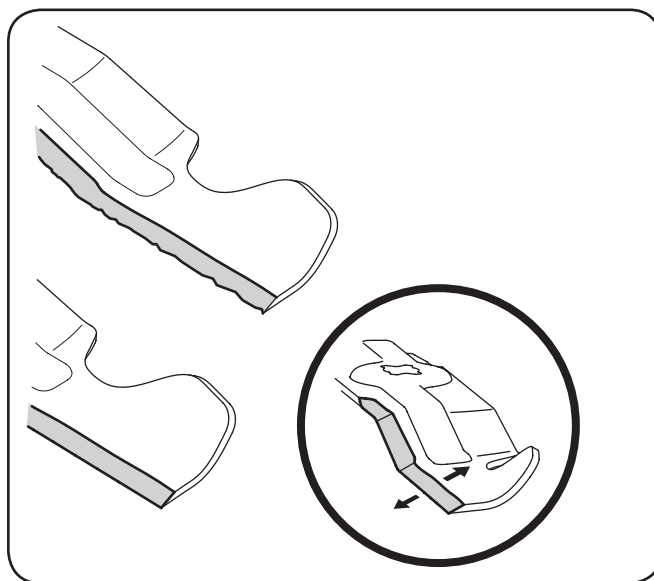

Figura 7-6
4. Para afilar las cuchillas de corte de forma adecuada, extraiga cantidades iguales de metal de ambos extremos de las cuchillas a lo largo de los bordes cortantes, paralelo al borde de caída y a un ángulo de 25° a 30°. Afile siempre cada borde de las cuchillas de corte de forma pareja para mantener un equilibrio adecuado entre las mismas. Vea Figura 7-6.